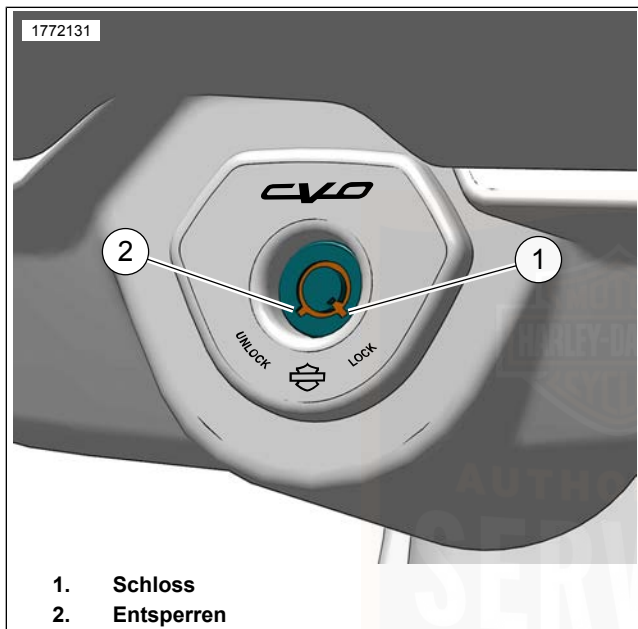

Abbildung 22. Gabelschloss
Siehe Abbildung 22. Das Gabelschloss befindet sich auf der Instrumententafel. Wenn das Gabelschloss sofort nach dem Parken des Motorrads gesperrt wird, erschwert dies die unbefugte Benutzung oder einen Diebstahl. Das Gabelschloss kann mit dem Zündschlüssel ver- und entriegelt werden.
2. Siehe Abbildung 22. Den Schlüssel einstecken und eine Viertelumdrehung gegen den Uhrzeigersinn drehen, um den Knopf zu sperren. Den Schlüssel abziehen.
1. Siehe Abbildung 22. Den Schlüssel einstecken und eine Viertelumdrehung im Uhrzeigersinn drehen, um den Knopf zu entsperren. Den Schlüssel abziehen.